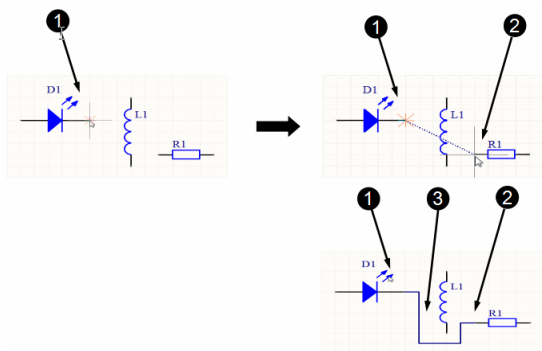

图 4-32 Auto Wire 走线模式
【例 4-10】 使用 Auto Wire (自动走线) 模式连接如图 4-32 所示的引脚。
(1) 按下 P+W 键进入导线绘制状态, 此时编辑窗口下方状态栏显示当前走线模式, 如果不是自动走线模式, 可以按下 Shift + Space 快捷键进行切换。
(2) 移动光标到 D1 右边引脚, 变成红色米字标志后单击, 确定导线起点, 然后移动光标到 R1 左边引脚, 可以看到系统在两个引脚之间生成了一条虚线。
(3) 在 R1 左边引脚处, 当光标变成了红色米字标志后再次单击鼠标左键, 系统会自动绘制一条绕过障碍物的导线, 该导线完全由水平和垂直导线段构成, 如图 4-32 中箭头③所示。